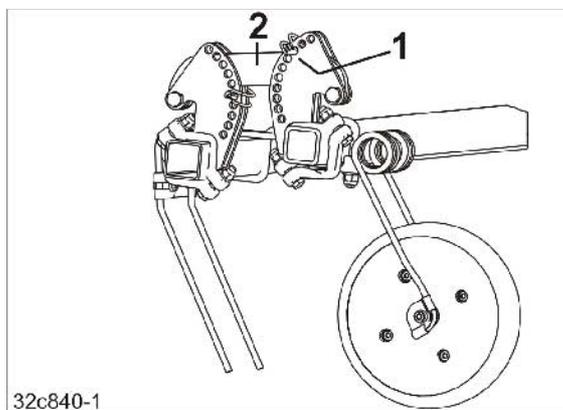

Fig. 178
1. La profundidad de trabajo de las púas de la rastra se ajusta posicionando la grapa elástica para tubos (Fig. 178/1) encima de la dirección (Fig. 178/2), en todos los segmentos del mismo orificio.